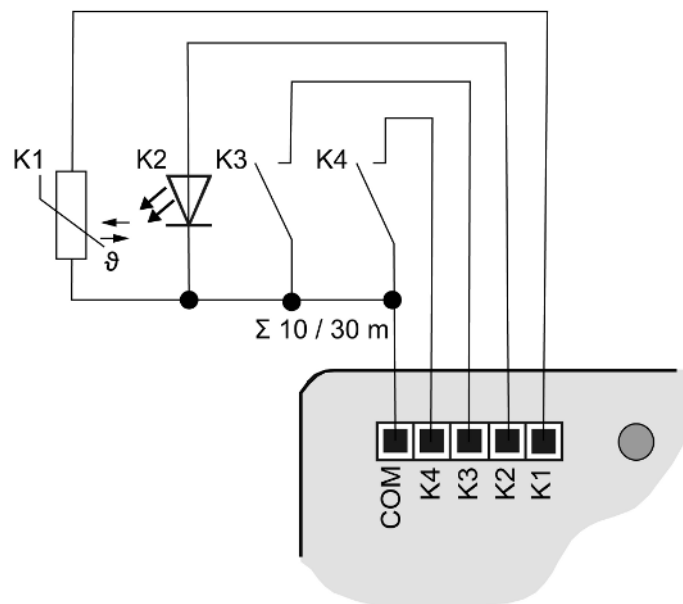
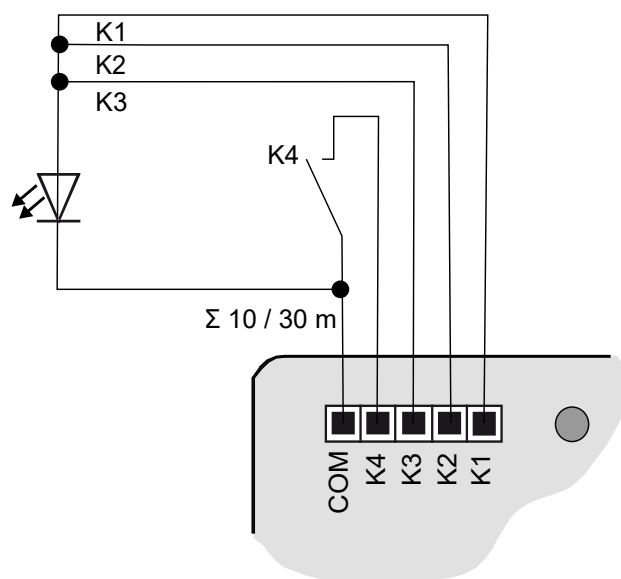

Figura 7: Esempio di collegamento
Figura 8: Esempio di collegamento con uscite collegate in parallelo
- Opzionale (solo variante "Comfort") (Vedi capitolo "Accessori" ► Pagina 27): Collegare pulsanti, interruttori, contatti, LED o NTC in base agli esempi di collegamento con i cavi di collegamento allegati. Gli esempi di collegamento (e (Vedi figura 8)) mostrano l'utilizzo con ingressi, uscite e sensori.
- Collegare i pulsanti, gli interruttori, i contatti, i LED o l'NTC secondo gli esempi di collegamento con i cavi di collegamento in dotazione ((Vedi figura 7) e (Vedi figura 8)). Gli esempi di collegamento mostrano l'utilizzo con ingressi, uscite e sensori.
Collegamento in parallelo delle uscite possibile, per utenze con elevato fabbisogno di energia. Nell'esempio (Vedi figura 8) K1-K3 sono qui collegate in parallelo.